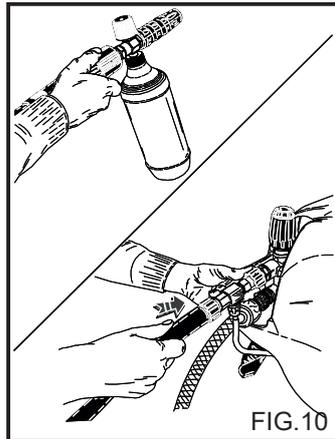

FIG.10
## ANWENDUNG DES SETS FÜR DIE REINIGUNGSMITTELABSAUGUNG (Sonderzubehör) (Fig. 10)
2) Die Verlängerung vom Griff entfernen und die Doppellanze oder die Lanze mit verstellbarem Düsenkopf einsetzen, den Hochdruckreiniger einschalten, den Schalter zum Ansaugen des Reinigungsmittels an der Lanze bedienen (Fig. 10, 12) und die zu reinigende Oberfläche von unten nach oben einsprühen. Das Reinigungsmittel für einige Minuten einwirken lassen.